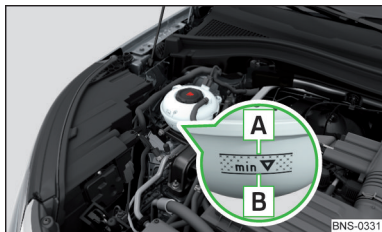

Fig. 327
Verificarea nivelului lichidului de răcire - nivelul lichidului de răcire trebuie să se afle între marcajele **A** și **B** » fig. 327. Dacă nivelul lichidului de răcire se află sub marcajul **B**, completați lichidul de răcire.
Specificația lichidului de răcire este menționată pe vasul de expansiune a lichidului de răcire » fig. 327.
- Nu adăugați lichid de răcire deasupra marcajului **A** » fig. 327. Lichidul de răcire ar putea fi împins din sistemul de răcire, atunci când se încălzește - există pericolul de deteriorare a pieselor din compartimentul motor.